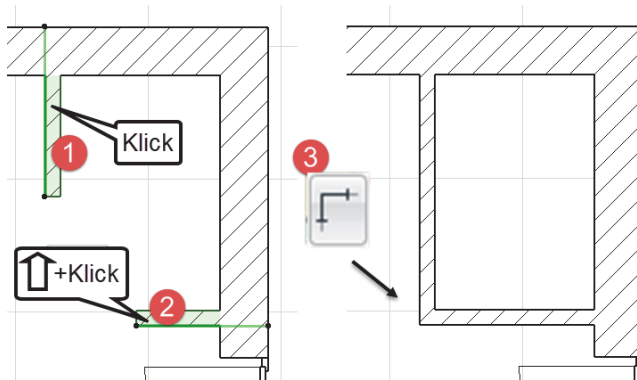

Abb. 1.41: Wände verbinden
Wenn nun beide Wandstücke zu kurz oder zu lang sind, kann das Werkzeug VERBINDEN  benutzt werden. Dazu wird die erste Wand mit dem PFEIL-Werkzeug gewählt ❶, die zweite mit der **Shift**-Taste dazugewählt ❷ und dann das VERBINDEN-Werkzeug ❸ angeklickt (siehe Abbildung 1.41).